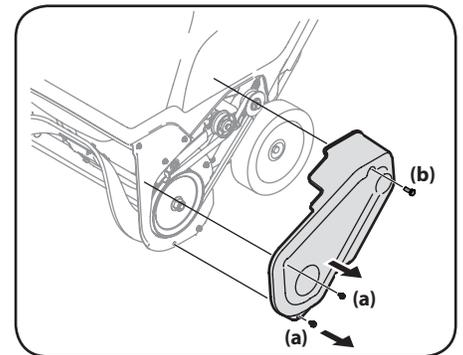

Figure 4-4
- Enlevez les deux boulons hexagonaux (a) et le boulon de blocage hexagonal (b) qui fixent le couvercle de la courroie au châssis, puis retirez le couvercle. Voir Figure 4-4.